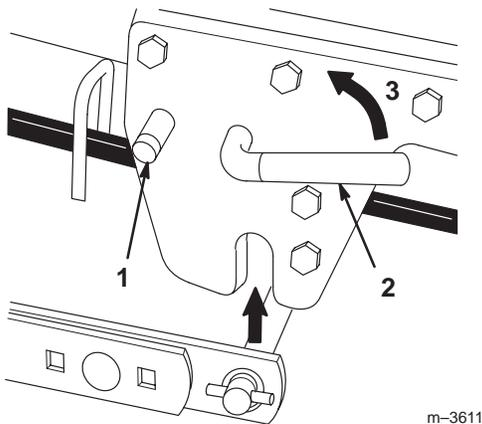

Bild 9
9. Drehen Sie den Attach-A-Matic™-Hebel entgegen dem Uhrzeigersinn, um das Mähwerk mit dem Traktor einzurasten (Bild 9).